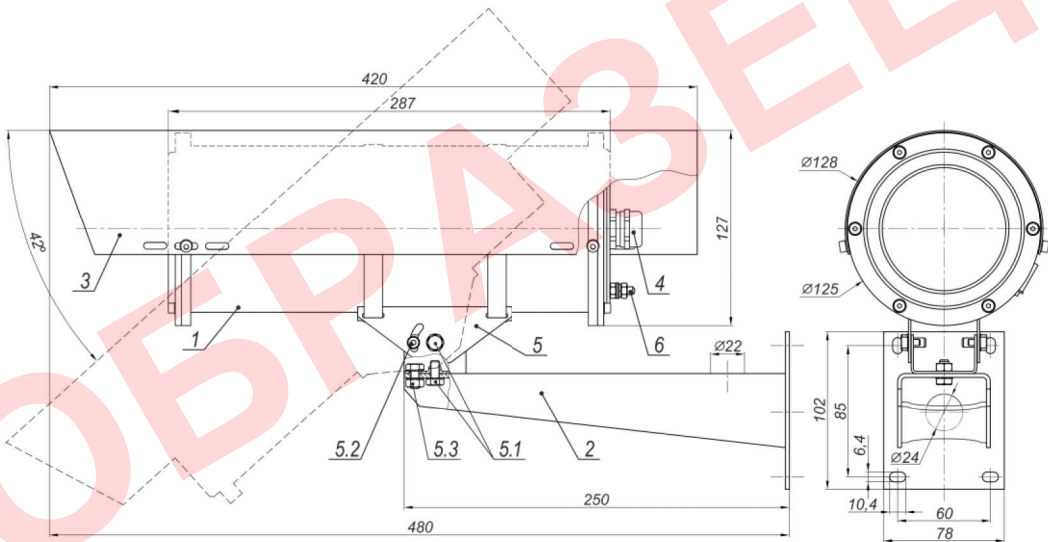

Рисунок 1 – Габаритные и установочные размеры
В состав изделия входят (см. рисунок 1):
6. Установить кронштейн 2 (рисунок 1) на штатное место, закрепить на нём видеокамеру 1.
7. Заземлить термокожух с помощью клеммы заземления 6 (рисунок 1).
8. Ослабив болты и винты фиксации шарнира 5.1, 5.2, 5.3 (рисунок 1), установить видеокамеру на нужное направление обзора, после чего надёжно зафиксировать шарнир, затянув болты и винты.